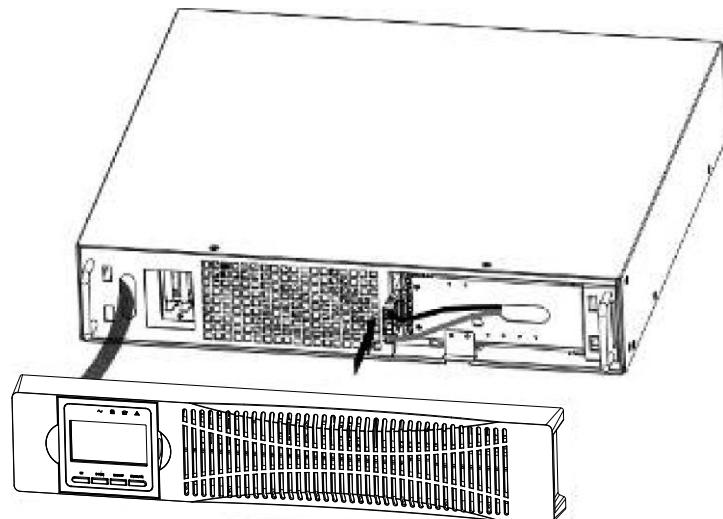

Рисунок 6 Подключение внутренних батарей ИБП
- b) Подключите внутренний разъем батареи (см. Рисунок 6)